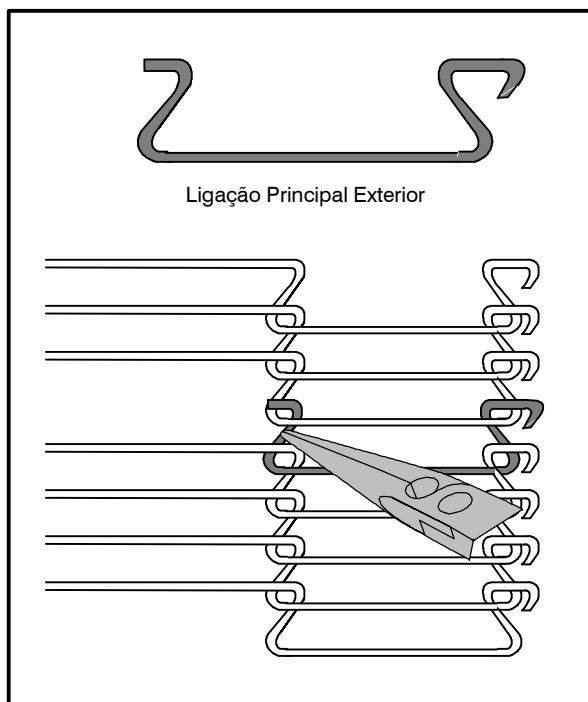

Figura 13
7. Instale as ligações principais exteriores para terminar de ligar as duas extremidades da correia de transporte. Ver Figura 13.